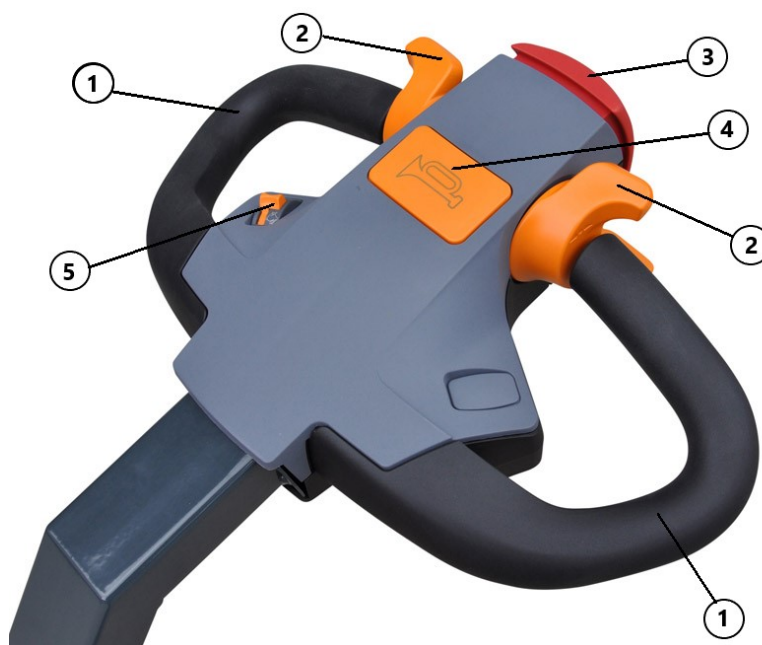

Fig 2. Timon
- contrôler le dispositif homme-mort sur le timon en appuyant sur le bouton-poussoir de sécurité (3, fig. 2),